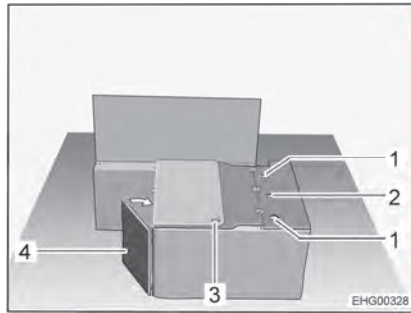

Bild 24 Under ombyggnaden
- Sväng den främre väggen på sittbänken (Bild 24,4) i riktning mot sidoväggen.
- För säkerhetsbältet med bälthålet genom öppningen (Bild 24,3) i sittbänkslocket.
- Sätt i ryggstödet på den hopfällbara stolen i sidofästena (Bild 24,1) och dra åt stjärngreppsskruven på det mittersta fästet (Bild 24,2) handfast.